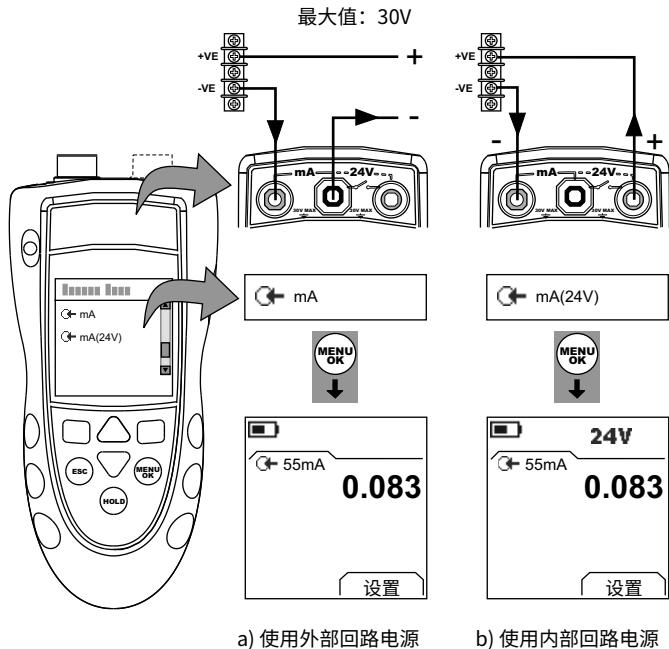

图 7：配置示例 – 电流测量
1. 连接仪表（图 7），如果有必要，调整 Set Up（设定）（表 1）。
1. 仅限于 DPI 802/802P。将该仪表与校准设备进行连接 (图 7)。